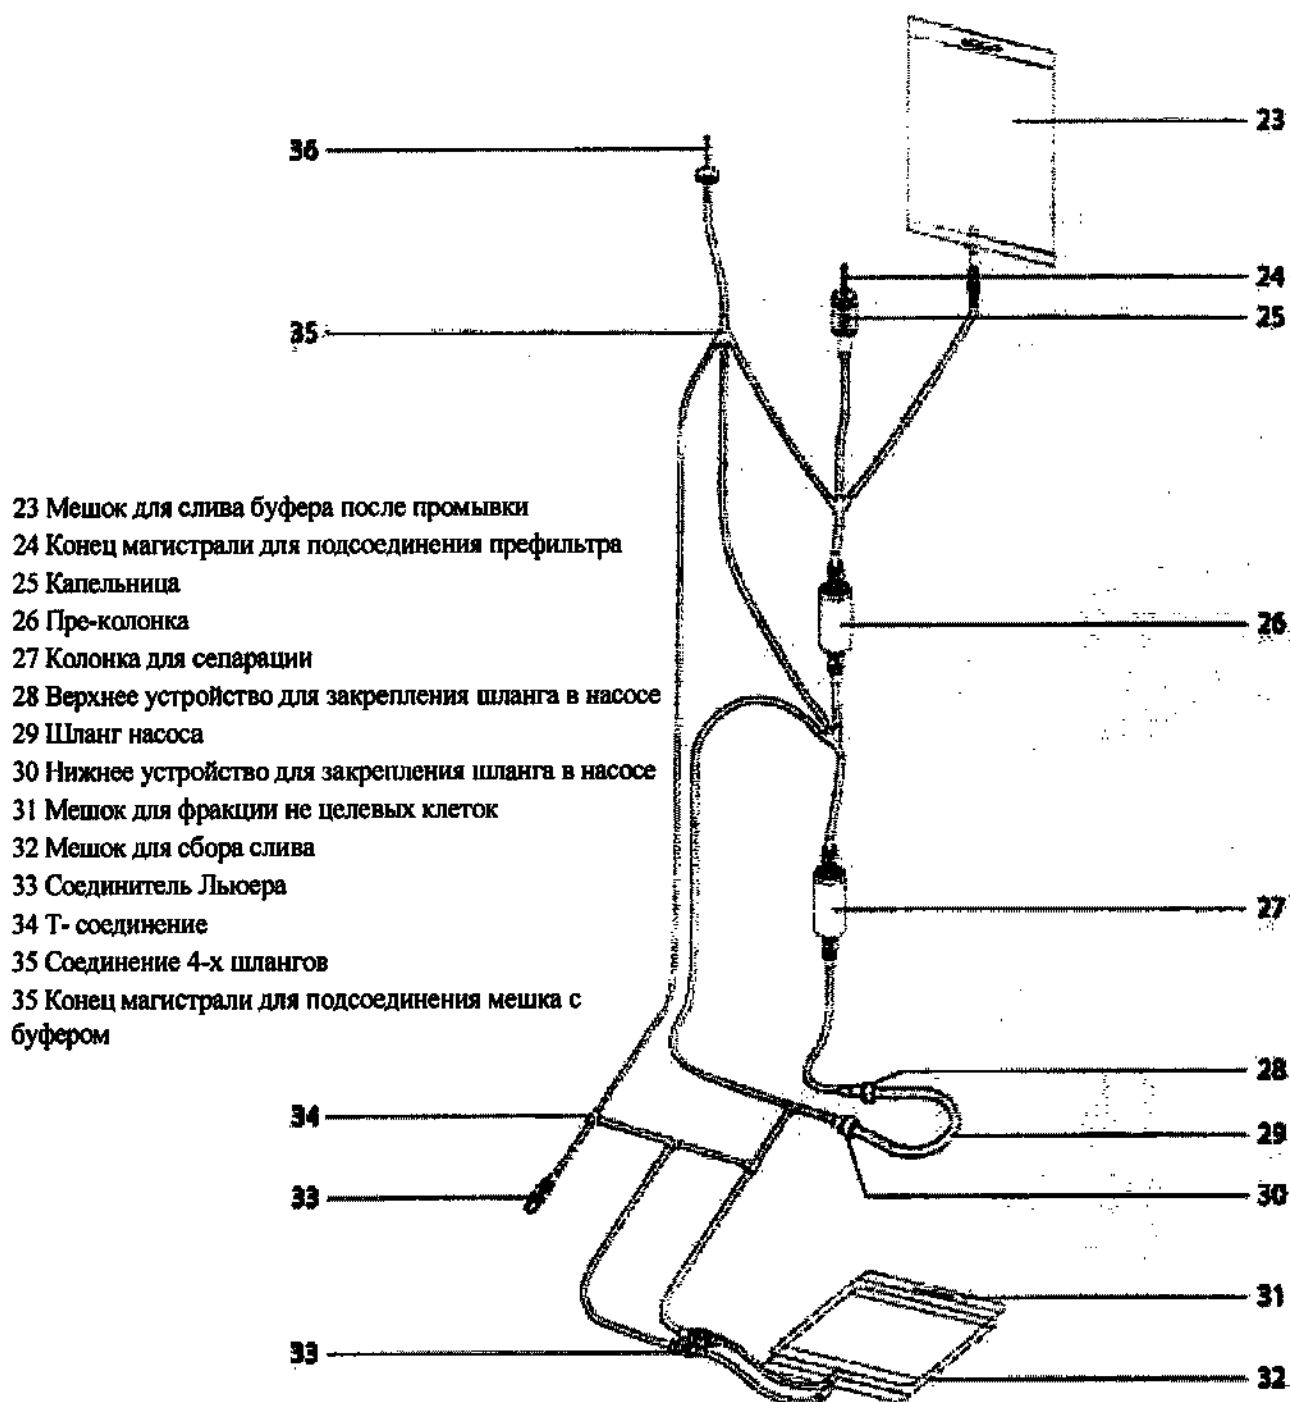

Рис. 4.3-2. Схема магистралей ClinMACS Tubing Set (каталожный номер 161-01).
Каждый набор содержит шланги и колонки для одной процедуры клеточной сепарации (рис. 4.3-2).
1. Вставьте колонку для сепарации в держатель колонки, как это показано на рис. 4.3-2.
1. Подсоединение магистралей к Мешку с буфером (рис. 4.3-2) необходимо проводить в асептических условиях.